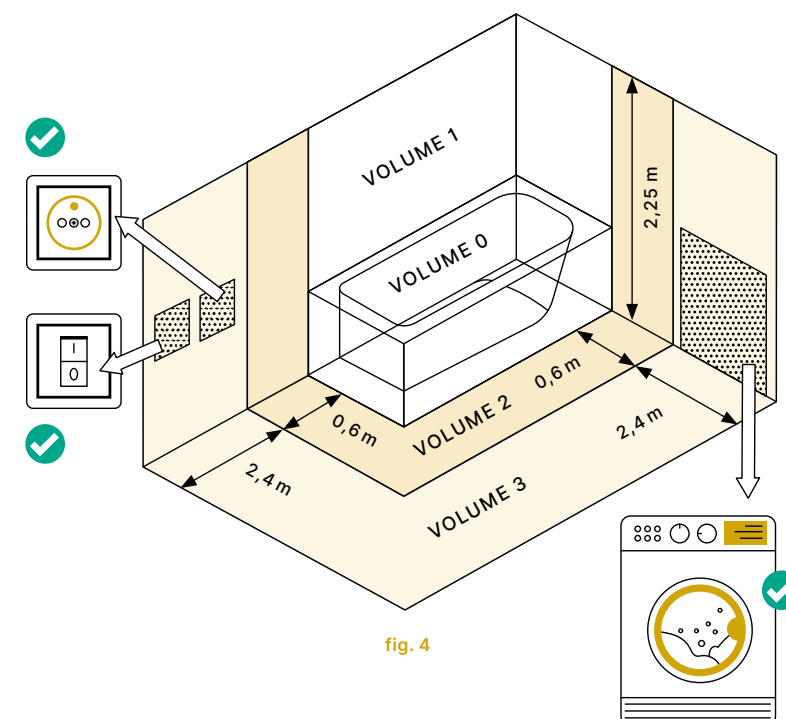

fig. 4
- Vochtige lokalen worden opgedeeld in **VOLUMES 0, 1, 2 en 3**. Deze beschermingsvolumes tonen aan op welke minimumafstand elk type elektrisch toestel geplaatst mag worden. **zie fig. 4**